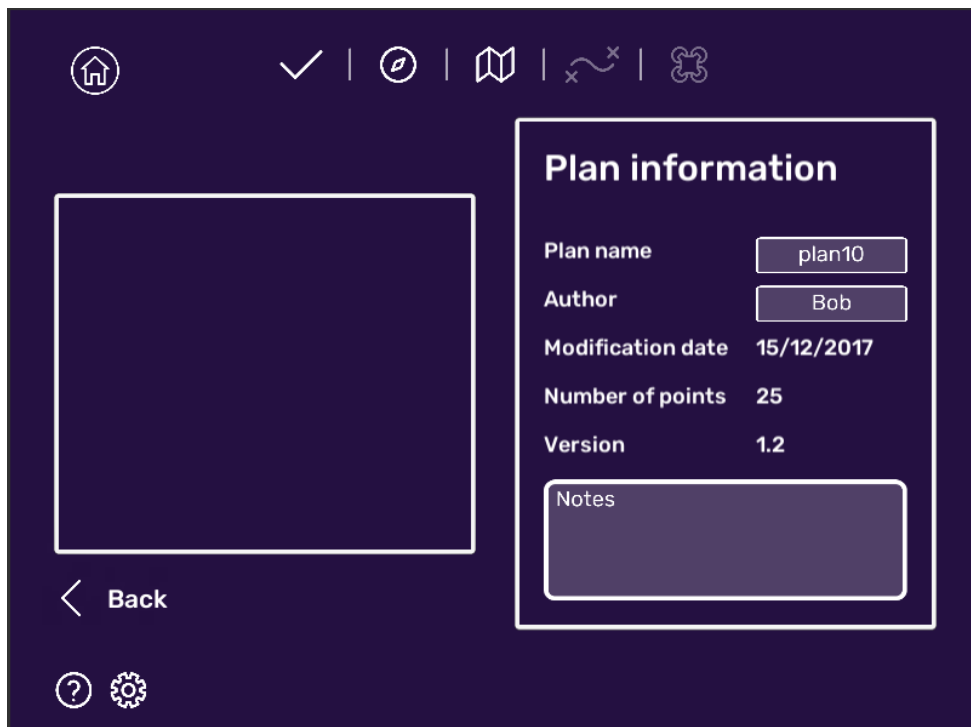

Figura 22. Ventana de información de un plan.
1. **Info.** Se muestra la información asociada al plan. Véase la figura 22.